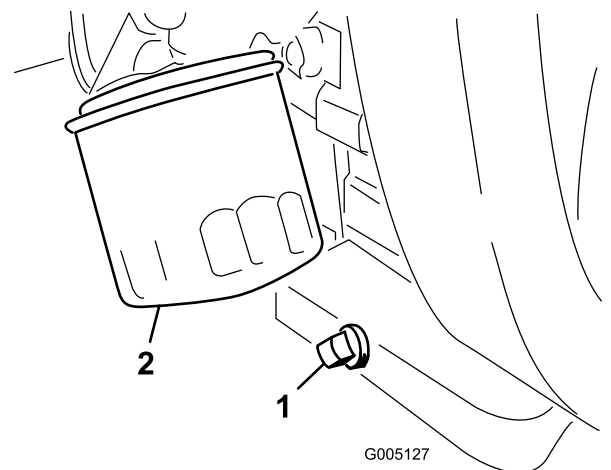

図 44
1. ドレンプラグ（図 44）を外してオイルを容器に受ける。オイルが抜けたらドレンプラグを取り付ける。
2. オイルフィルタ (図 44) を外す。新しいフィルタのガスケットに薄くエンジンオイルを塗る。